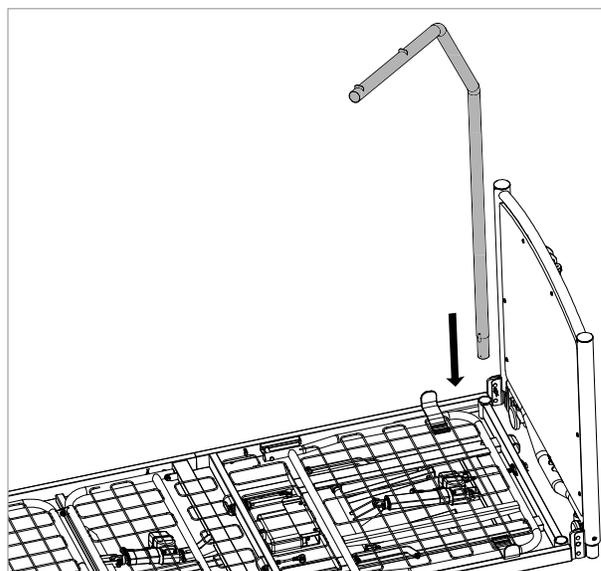

Figure 6.2
1. Choisissez de quel côté du lit la potence sera installée. À des fins d'illustration, la potence est installée sur le côté droit du lit (voir Figure 6.2).